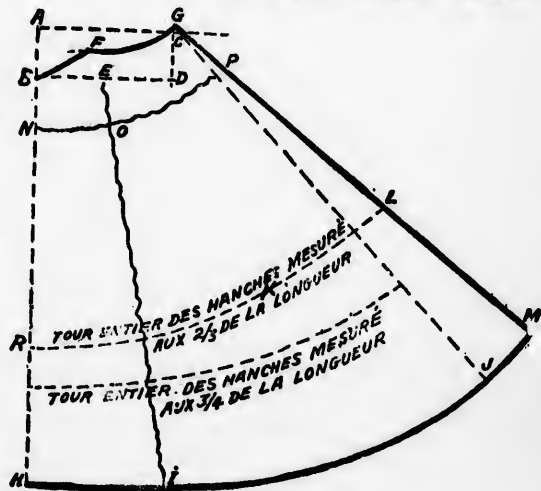
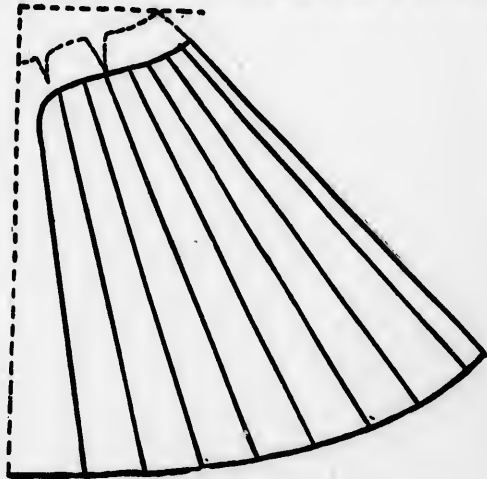

Fig. 68
Fig. 71
A.—Tracez un angle droit (fig. 68).
On place le haut de la seconde couture S sur le point F de la fig. 68, puis on sépare la distance comprise entre S et G en trois parties presque égales. Je dis presque, parcequ'il vaut mieux qu'elles aillent en diminuant un peu vers le milieu du dos. On
La figure 71 représente le patron de jupe tel que l'explique la figure 68 mais avec sa largeur réduite, c'est-à-dire en donnant le tour entier des hanches (pour la moitié de la jupe) aux $\frac{2}{3}$ de la longueur et non aux $\frac{1}{3}$.